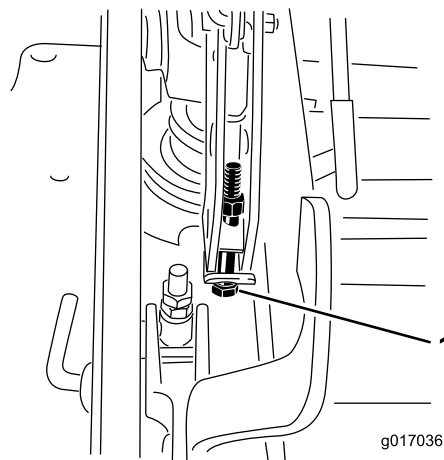

Figura 95
13. Si la carcasa está demasiado baja, apriete el perno del ajuste de un solo punto girándolo en sentido horario. Si la carcasa está demasiado alta, afloje el perno del ajuste de un solo punto girándolo en sentido antihorario (Figura 95).